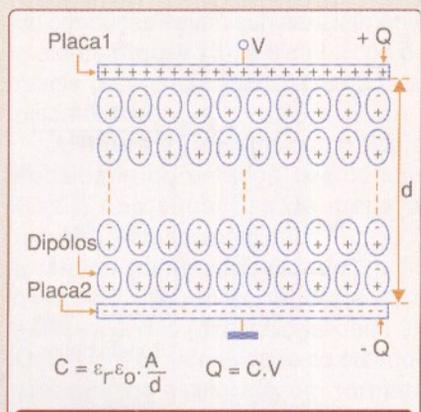
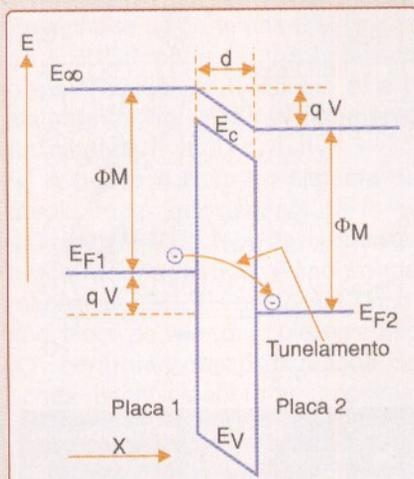
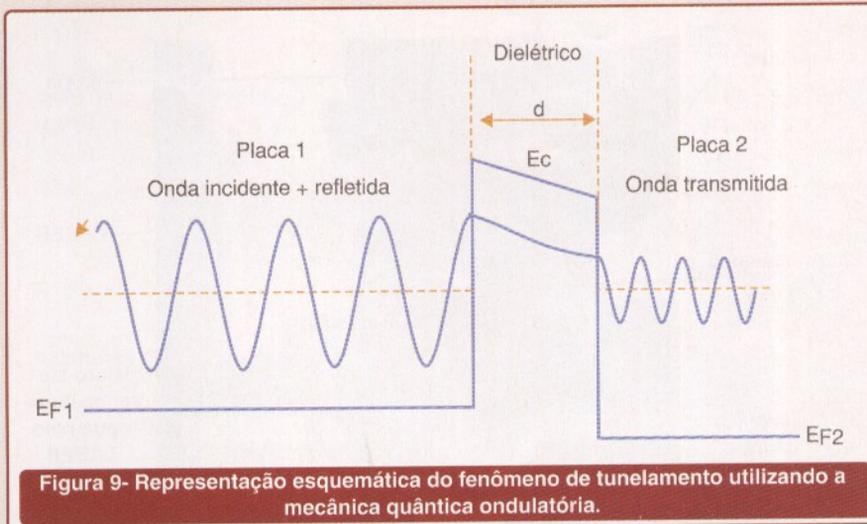

Figura 7 - Representação esquemática de um capacitor de placas paralelas preenchido por um material dielétrico representado por uma série de dipólos alinhados.
Figura 8 - Representação do fenômeno de tunelamento de elétrons através da barreira de energia imposta pelo material dielétrico.
Figura 9- Representação esquemática do fenômeno de tunelamento utilizando a mecânica quântica ondulatória.
larmente chamado de mundo nano, tecnicamente é o mundo mesoscópico ou da mesoescala. Este mundo é uma estranha fronteira entre o reino dos átomos e das moléculas (governado pela mecânica quântica) e o reino macroscópico no qual as propriedades dos materiais emergem do comportamento coletivo de uma população de trilhões de átomos e/ou moléculas. Um exemplo ilustrativo que permite visualizar a passagem do domínio macroscópico para o da mecânica quântica é, por exemplo, o capacitor de placas paralelas conforme mostrado na **figura 7**. É bem conhecido que a relação de capacitância (C) é diretamente proporcional à área das placas, à permissividade do material dielétrico e inversamente proporcional a distância entre as mesmas. O material dielétrico pode ser visualizado como uma série de
A **figura 8** ilustra o diagrama de faixas de energia correspondente ao capacitor polarizado com tensão "V" mostrado na figura 7. A distância energética entre E_C e E_V na figura 8 é a faixa proibida do dielétrico, d é a espessura do dielétrico, "V" é a tensão aplicada entre as placas do capacitor, E_{F1} é o nível de energia médio dos elétrons na placa 1, E_{F2} é o nível de energia médio dos elétrons na placa 2, Φ_M é a função trabalho dos elétrons nas placas 1 e 2, E_∞ é o nível energético a partir do qual o elétron fica livre das placas metálicas e qV é a distância entre os níveis energéticos médios dos elétrons nas placas 1 e 2. É interessante destacar que a propriedade macroscópica **permissividade** só é bem definida
quando a distância entre as placas tiver pelo menos 20 moléculas de material empilhadas. Quando esta distância fica menor a ponto de corresponder a apenas umas poucas moléculas empilhadas ou alguns nanômetros de distância, começa a acontecer o fenômeno quântico de tunelamento de elétrons de uma placa para outra do capacitor, quando aplicamos uma diferença de potencial conforme ilustrado na figura 8. Tudo se passa como se os elétrons atravessassem diretamente uma barreira energética devido ao fato de ser muito estreita. Este fato, bastante corriqueiro no mundo nano não acontece no mundo macroscópico onde vivemos. Caso pudesse ocorrer, isso corresponderia, por exemplo, a corpos extensos atravessando paredes. Como então se explica o fato deste fenômeno ser comum no mundo mesoscópico com as partículas elementares? Literalmente, o que acontece é que o elétron desaparece numa placa e reaparece na outra placa, o que para nós é bastante bizarro, pois não existe nenhum equivalente palpável no nosso senso comum no mundo macroscópico.
A mecânica quântica ondulatória desenvolvida por Louis De Broglie e Erwin Schrödinger permite explicar porque os elétrons conseguem atravessar a barreira energética mostrada na figura 8. Em 1924, De Broglie defendeu sua tese de Doutorado onde propunha que uma dada partícula
Na abordagem da mecânica ondulatória, o conjunto de elétrons que passam de uma placa para a outra no capacitor da figura 8, deixam de ser interpretados como corpúsculos e coletivamente passam a ser uma onda de matéria que interage com a barreira energética. Esta onda, em parte é refletida na barreira energética, e em parte é transmitida de um lado para o outro conforme exibido na figura 9.